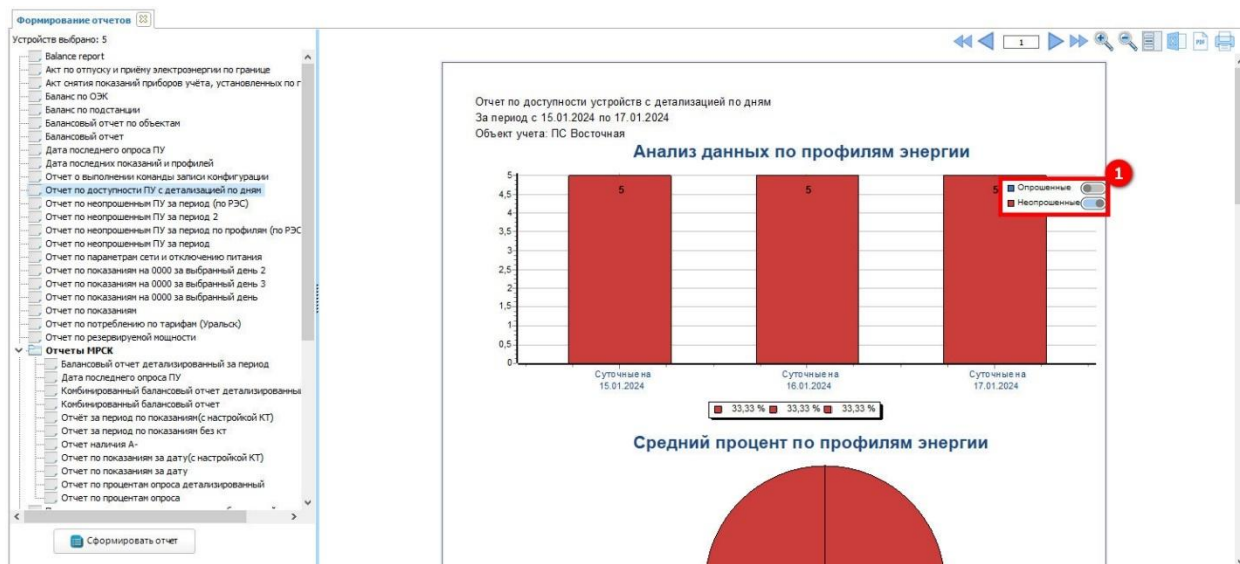

Рисунок 149 – Отчет по доступности ПУ с детализацией по дням
При наведении курсора мыши в правом верхнем углу графиков возможно выбрать необходимые для отображения на графике данные (1) (см. рисунок 149).